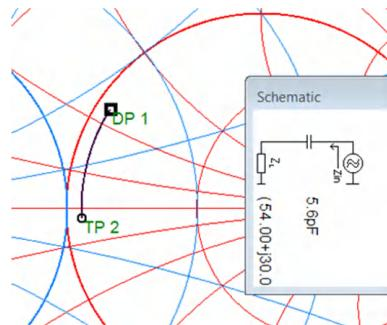

图 5-3. 将低频带匹配 C_{LOW} : 5.6pF 和 L_{LOW} : NC
- C_{LOW} : 5.6pF 和 L_{LOW} : NC；请参阅图 5-3